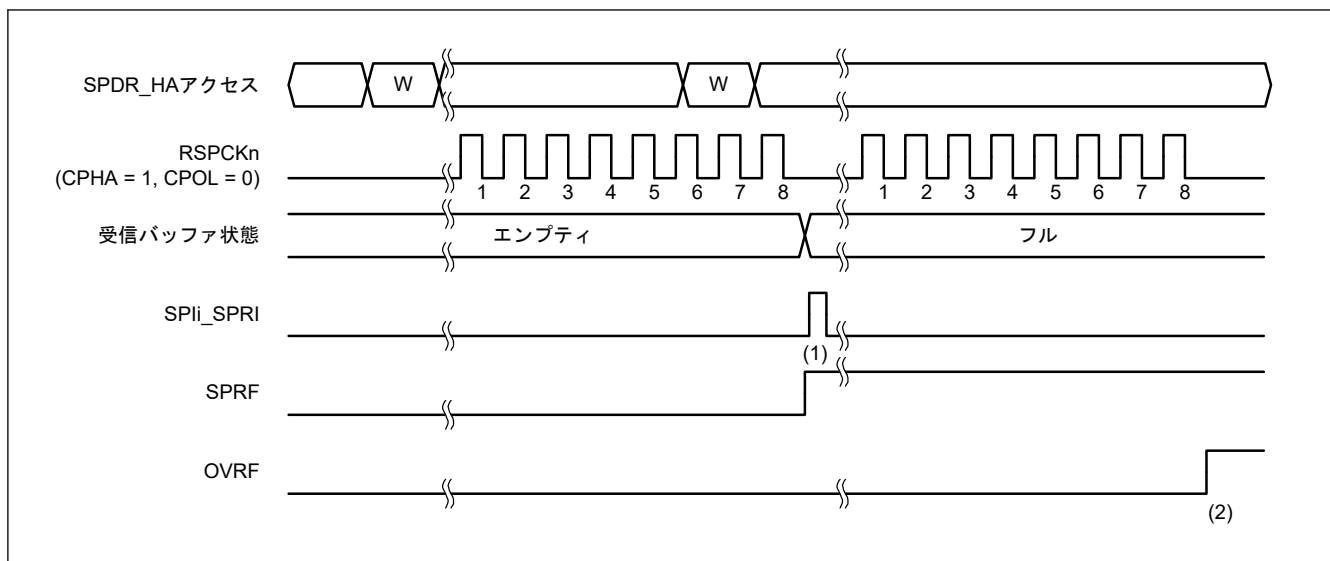
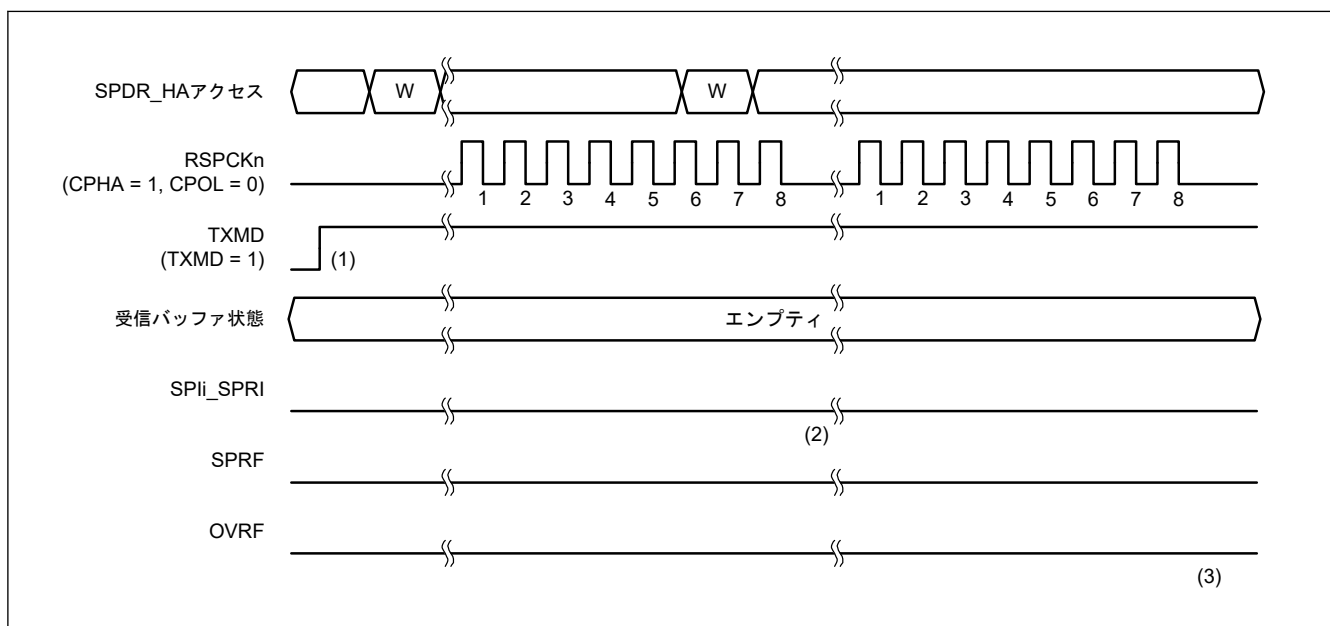
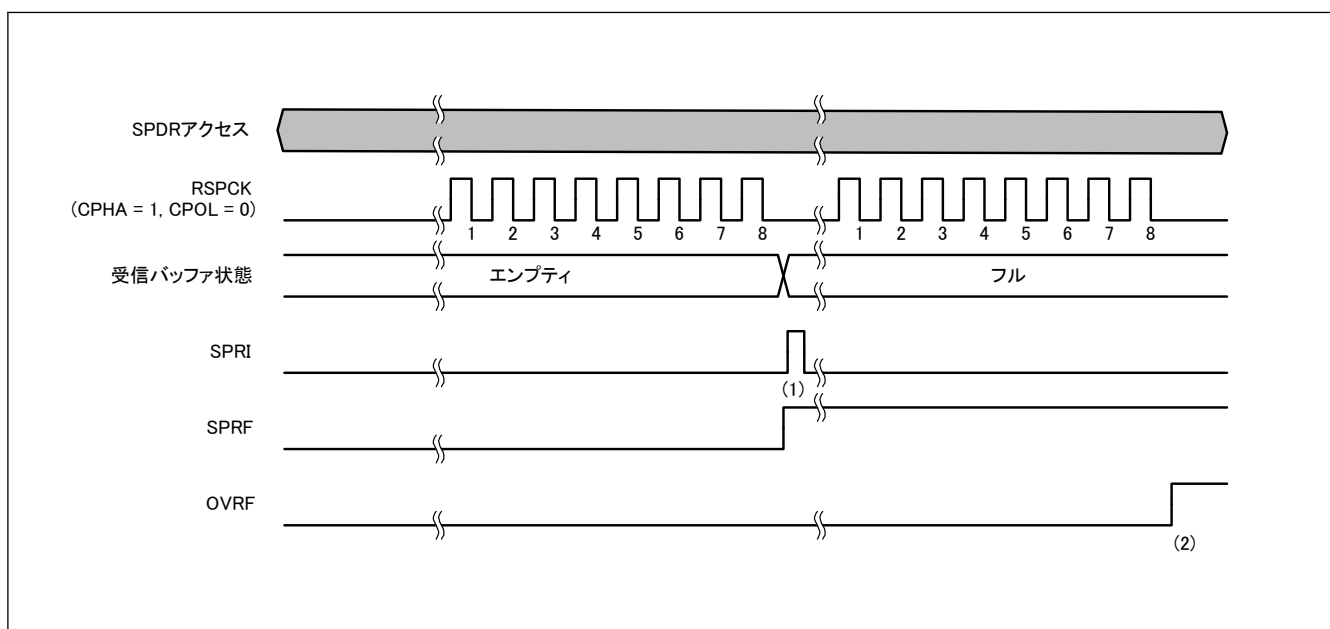

図 30.26 SPCR3.ETXMD = 0 かつ SPCR.TXMD = 0 の動作例
図 30.27 SPCR3.ETXMD = 0 および SPCR.TXMD = 1 の動作例
図 30.28 MSTR = 0 かつ ETXMD = 1 の場合の動作例
通信動作モード選択ビット (SPCR.TXMD) の設定により、全二重同期式シリアル通信または送信のみの動作が選択できます (拡張通信モード選択ビット (SPCR3.ETXMD) が 0 の場合)。SPCR3.ETXMD ビットが 1 の場合、スレーブモード (SPCR.MSTR = 0) で SPI の動作は受信のみです。これは SPCR.TXMD ビットが SPI の動作に影響を及ぼさないためです。図 30.26、図 30.27、および図 30.28 に記載した SPDR アクセスは、SPDR レジスタへのアクセス状況を示しています。W は書き込みサイクルを示しています。
図 30.26 に、SPI コントロールレジスタ 3 (SPCR3) の拡張通信モード選択ビット (ETXMD) を 0、通信動作モード選択ビット (SPCR.TXMD) を 0 にした場合の動作例を示します。この例では、SPDCR.SPFC[1:0] ビットが 00b、SPCMDm.CPHA ビットが 1、SPCMDm.CPOL ビットが 0 の設定で、SPI が 8 ビットのシリアル転送を実行しています。RSPCKn 波形の下に記載した数字は RSPCK サイクル数 (= 転送ビット数) を示しています。
以下に、図 30.26 の (1)、(2) に示したタイミングでのフラグ動作を説明します。
図 30.27 に、拡張通信モード選択ビット (SPCR3.ETXMD) を 0 にした場合および通信動作モード選択ビット (SPCR.TXMD) を 1 にした場合の動作例を示します。この例では、SPDCR.SPFC[1:0] ビットが 00b、SPCMDm.CPHA ビットが 1、SPCMDm.CPOL ビットが 0 の設定で、SPI が 8 ビットのシリアル転送を実行しています。RSPCKn 波形の下に記載した数字は RSPCK サイクル数 (= 転送ビット数) を示しています。
以下に、図 30.27 の (1)~(3) に示したタイミングでのフラグの動作内容を説明します。
SPI コントロールレジスタ (SPCR) の SPI マスタ/スレーブモード選択ビット (MSTR) を 0 に設定し、SPI コントロールレジスタ 3 (SPCR3) の拡張通信モード選択ビット (ETXMD) を 1 に設定した場合の動作例を図 30.28 に示します。SPI データコントロールレジスタ (SPDCR) の SPFC[1:0] ビット = 00b、SPI コマンドレジスタ (SPCMD) の CPHA ビット = 1、SPCMD の CPOL ビット = 0 の設定で、SPI が 8 ビットデータシリアル転送をする例を図 30.28 に示します。RSPCK 波形の下番号は、RSPCK 周期の番号 (転送ビットの番号) を示します。